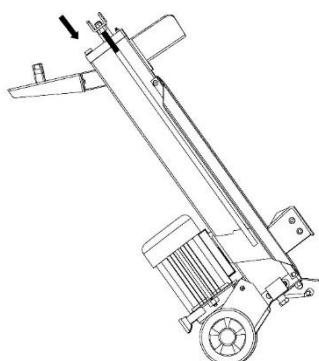

Fig.6
8. Curătați șurubul de scurgere a uleiului înainte de a-l înfileta înapoi. Asigurați-vă că acestea sunt strânse pentru a evita scurgerile înainte de a plasa despicatorul de bușteni orizontal (Fig.6).